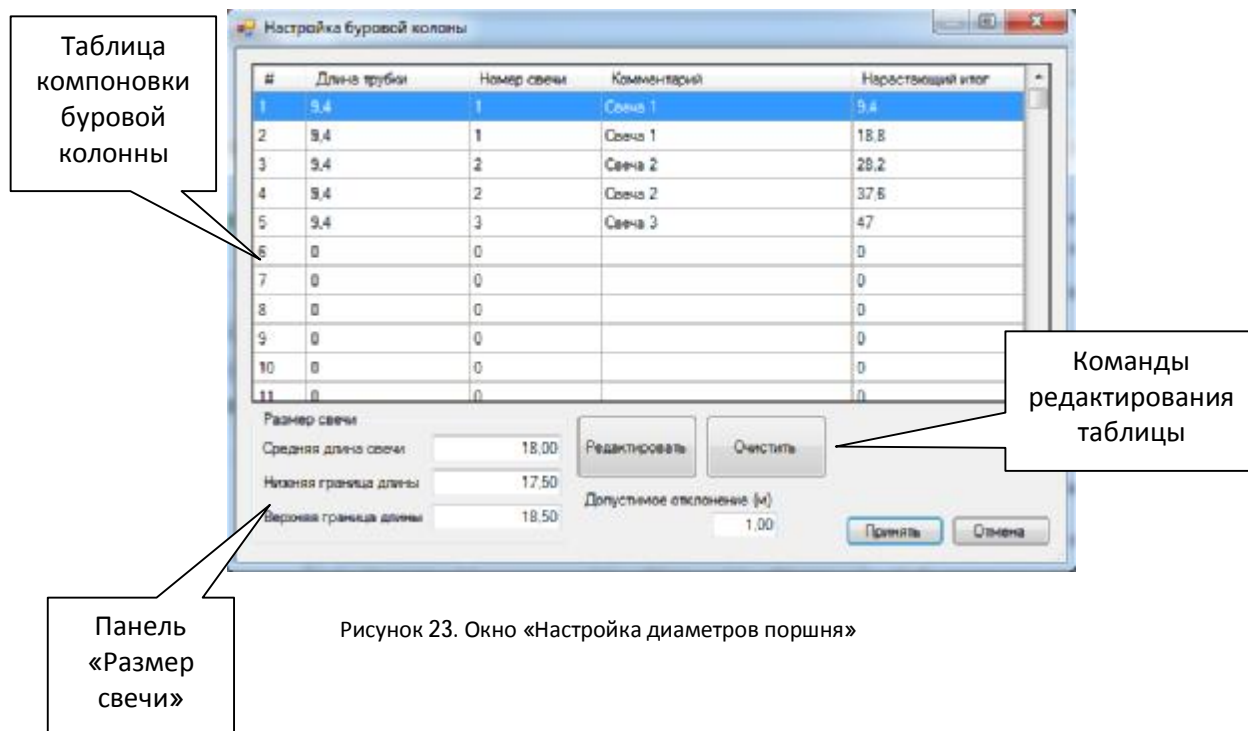

Рисунок 23. Окно «Настройка диаметров поршня»
**Кнопка «Буровая колонна».** Эта кнопка выводит на экран компьютера окно «Настройка буровой колонны» (смотри рисунок 23). Это окно определяет геометрию буровой трубы, которая используется при подсчёте количества свечей в буровой колонне.
**Панель «Размер свечи»** (смотри рисунок 23) задаёт диапазон длин свеч. На рисунке задан диапазон длин от 18 до 19.5 метров, при средней длине свечи 18.8 метра. Эти параметры используются, если задан метод расчёта размер свечи «По средней длине свечи» (смотри ниже).
**Таблица компоновки буровой колонны** (смотри рисунок 23) используется, если задан метод расчёта размер свечи «По таблице компоновки БК» (смотри ниже). Каждая строка таблицы содержит четыре ячейки: длину трубы, номер соответствующей свечи, комментарий и автоматически вычисляемое значение длины буровой колонны без учёта размеров компоновки низа (КНБК) и верха
- «По средней длине свечи». Количество свечей определяется следующим образом. Как только длина буровой колонны увеличивается на величину, попадающую в диапазон «нижняя граница длины» - «верхняя граница длины» (смотри рисунок 23), количество свеч увеличивается на единицу. Если длина буровой колонны увеличивается на величину, большую значения верхней границы длины, то количество свеч увеличивается на единицу, а разница между реальным наращиванием и значением «средняя длина свечи» запоминается для дальнейшего использования в расчётах.